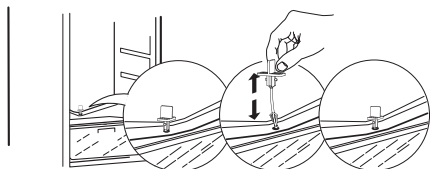

Fig. 1
- Per garantire un corretto scarico dell'acqua di sbrinamento, utilizzare il filtro di scarico contenuto nel sacchetto degli accessori per pulire l'uscita di scarico dell'acqua di sbrinamento. Questa uscita si trova nella parte posteriore del vano frigorifero (vedi Fig. 1). Assicurarsi che il filtro di scarico sia sempre correttamente installato nell'uscita di scarico, per evitare eventuali ostruzioni causate dallo sporco.